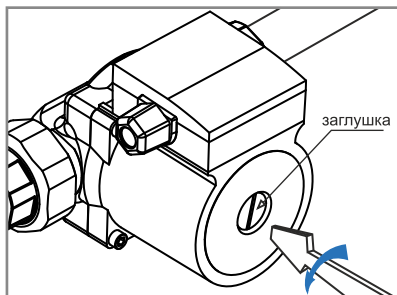

Рис.6. Удаление воздуха из корпуса насоса.
- Выкрутить винт и снять заглушку (см.рис.6) для удаления воздуха, защитив электрические части от попадания жидкости или пара.